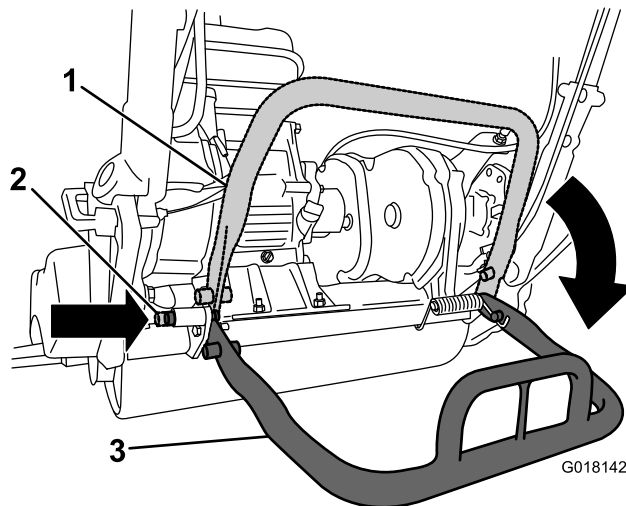

Рисунок 5
2. Опустите откидную подставку и вставьте стопорный штифт, чтобы зафиксировать откидную подставку в положении для обслуживания (Рисунок 5). Дайте машине опуститься на стопорный палец.